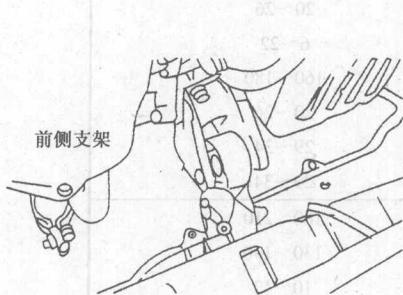
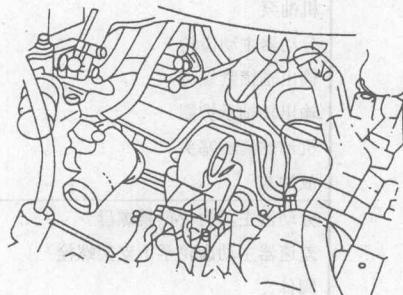

图 1.16 拆下前侧支架
图 1.17 拆下后侧支架
- ⑪ 拆下前侧支架，如图 1.16 所示。拆下后侧支架，如图 1.17 所示。